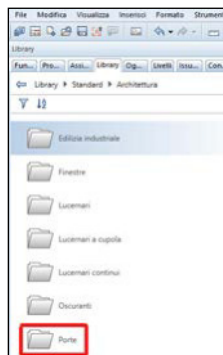

Fig. 56c
- Successivamente cliccare su «porte» (Fig. 56c)